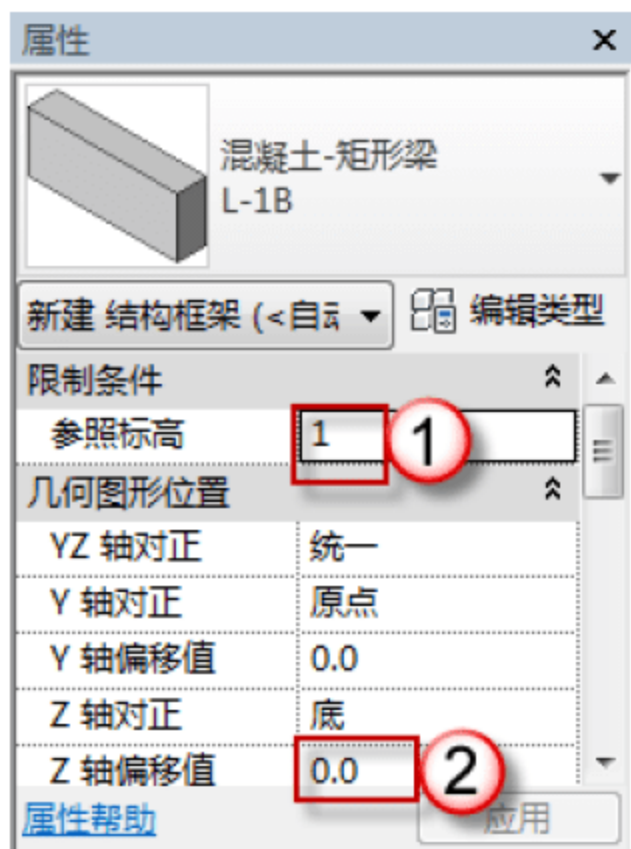
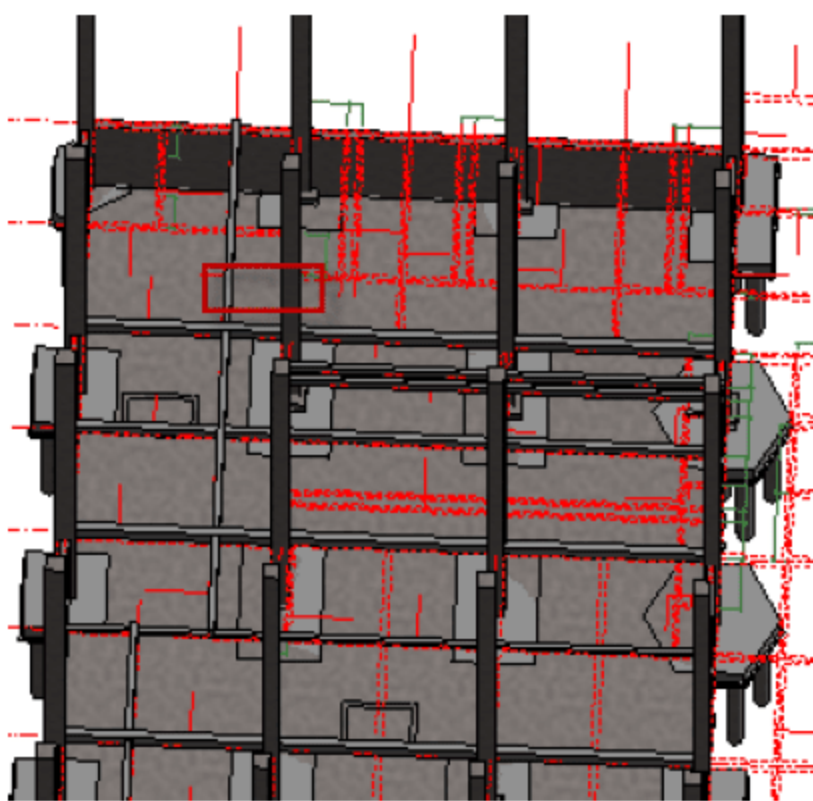

图 3.2.46 设置 Z 轴偏移值
图 3.2.47 绘制 L-1B
(23) 绘制 L-1B。选择“结构”→“梁”命令，在“属性”面板中调整参数标高 1，Z 轴偏移值为 0，如图 3.2.46 所示。找到 L-1B 的位置从一侧向另一侧绘制，如图 3.2.47 所示。